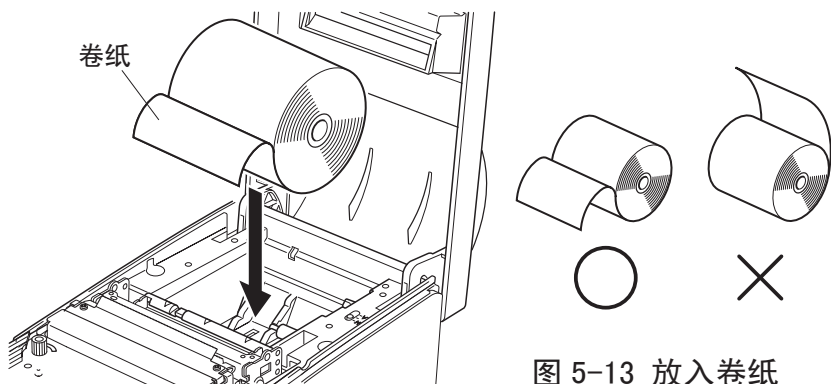

图 5-13 放入卷纸
② 沿垂直方向切齐卷纸开头段。
③ 确认打印机电源已打开。
④ 认准卷纸的方向，如图5-13般将纸放入纸凹槽内。